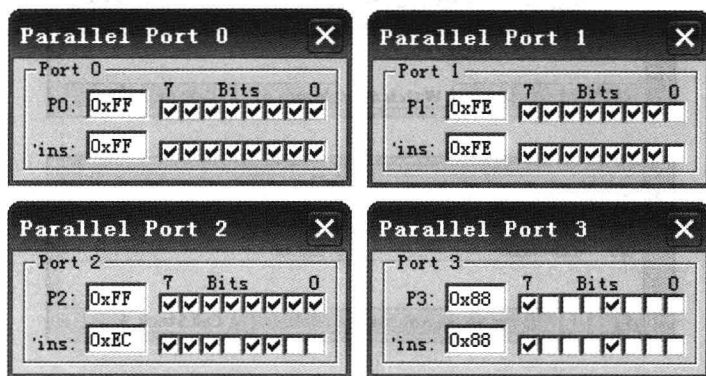

图 1-17 并行 I/O 口对话框
(2) I/O-Ports: 用于显示或控制 51 系列单片机各个 I/O 口的运行状态, 包括 I/O 口锁存器的状态和引脚状态, 如图 1-17 所示, 以 Port 2 为例, 第一行 P2 模拟特殊功能寄存器 P2 的状态, 第二行 Pins 模拟 P2 口引脚的状态。